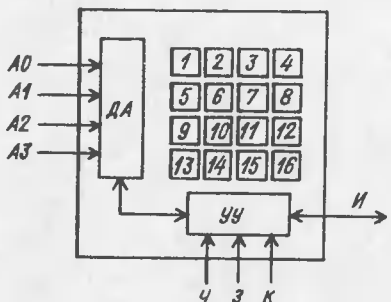

Рис.3
ОЗУ состоит из запоминающих элементов (1—16 на рис.3), дешифратора адреса (ДА), устройства управления (УУ), информационного вывода (И), адресных выводов (А0-А3) и выводов управления (У, З и К). Запоминающие элементы ОЗУ нумеруют (1—16), и этот номер называют АДРЕСОМ. Адрес, в отличие от номера, обозначают не десятичным, а двоичным числом. Начальный первый элемент (1) имеет двоичный адрес 0000, следующий за ним (2)—0001, а самый последний (16)—1111.
На рис.3 для простоты показано лишь 16 запоминающих элементов. В действительности промышленность выпускает ОЗУ емкостью в тысячи и даже десятки тысяч запоминающих элементов (бит). Для поиска нужного элемента дешифратор должен иметь десяток и более адресных выводов. В процессе работы компьютера устройство вывода пересылает в ОЗУ информацию одновременно по восьми проводам, в виде 8-битных двоичных чисел (1байт). Чтобы их запомнить ОЗУ должно иметь 8 микросхем памяти, изображенных на рис.3. Наряду с этим промышленностью выпускает образцы памяти, позволяющие записывать двоичные числа байтами. Такие микросхемы содержат внутри восемь однобитных запоминающих устройств, подобно изображенным на рис. 3.